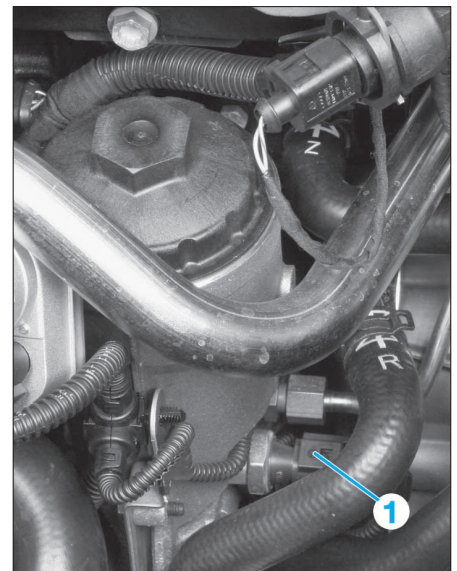

FIG. 30
- Débrancher le connecteur du contacteur de pression d'huile (1) (Fig.30).